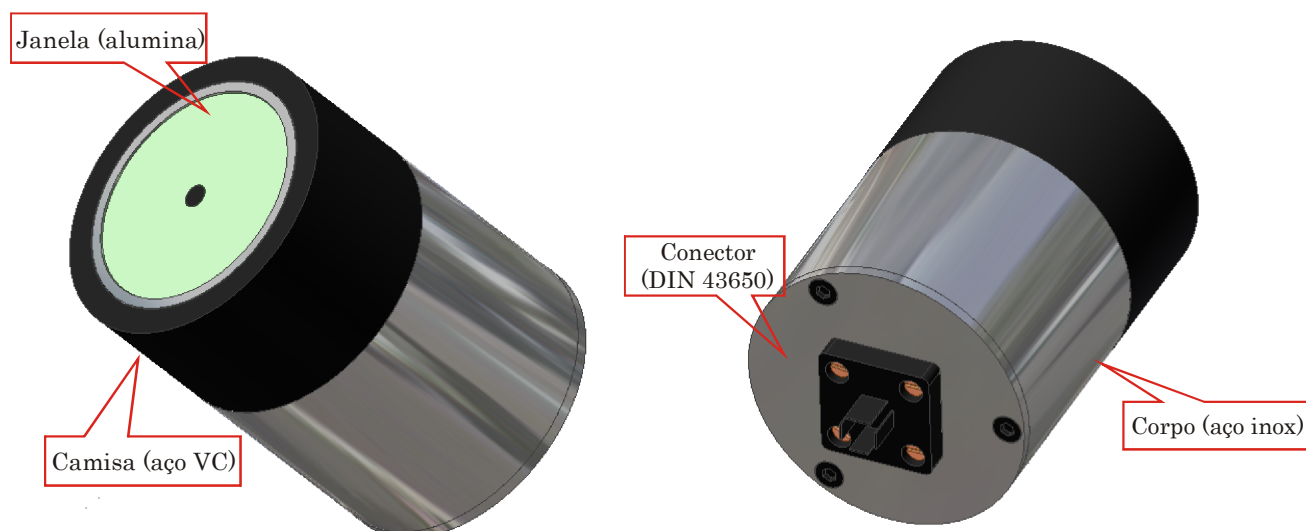

Figura 2 - Principais partes do sensor de umidade.
O sensor é composto por um corpo cilíndrico em aço inoxidável (Figura 2). Na parte frontal do sensor está localizado: a janela em alumina e uma camisa externa protetora em aço VC. Na parte traseira temos um conector elétrico de 4 vias, através do qual é conectado a CLP, via cabo flexível PP de três vias.
**A face sensível do sensor (janela de alumina, Figura 2) deve estar permanentemente em contato com a mistura.**
Durante o manuseio do sensor tome cuidado com a janela do sensor (Figura 2). Nunca bata na janela, pois existe o risco de quebrá-la. Evite quedas do sensor, pois isso pode danificar a eletrônica do sensor.
③ Posicionar o sensor no anel de fixação e ajustar a sua altura. A superfície do sensor (janela de alumina - Figura 2) deve estar no máximo a 0,5 cm de distância das pás do misturador (Figura 9c), de tal maneira a: